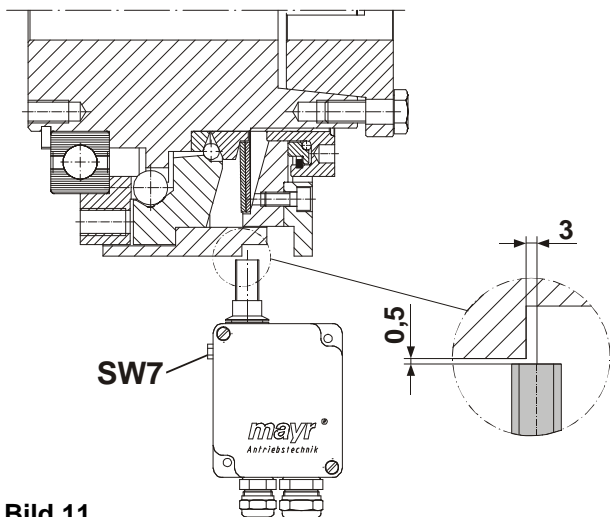

Bild 11
Um Auslaufzeiten nach erfolgter Überlast zu begrenzen, muss an die Überlastkupplung ein Endschalter angebaut werden. Der berührungsfreie Endschalter muss derartig an der Schaltkante der Kupplung (Bild 11) angebaut werden, dass im Normalbetrieb durch übliche Rundlauffehler der Kupplung kein Signalwechsel am Endschalter verursacht wird. Im Überlastfall führt die Druckscheibe (3) inkl. Dichthaube (13) einen Hub (siehe Tabelle 1) in Richtung Einrastzscheibe (14) aus (Bild 1 und 11), welcher zum Signalwechsel am Endschalter genutzt wird. Der Signalwechsel soll spätestens nach einem axialen Hub der Druckscheibe (3) inkl. Dichthaube (13) von 0,5 mm erfolgen. Gleichzeitig ist ein radialer Mindestabstand von 0,5 mm einzuhalten, damit ein Anlaufen des berührungsfreien Endschalters vermieden wird.
Stellen Sie die Schalterabstände für den berührungsfreien Endschalter nach Bild 11 ein. Der Abstand der Dichthaube (13) vom Schaltpunkt kann mit einer Sechskantschraube SW7 fein einjustiert werden.